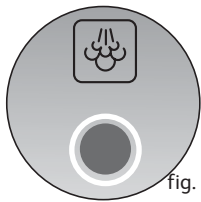

fig. 14
- Appuyez sur l'interrupteur lumineux marche/arrêt. Il s'allume et la chaudière chauffe : le voyant vert situé sur le tableau de bord clignote - **fig.14**.